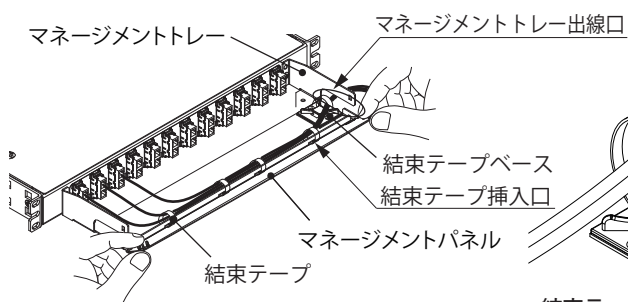

図1
マネージメントトレイ前面部の結束テープ挿入口に結束テープを挿入し、各配線を固定してください。(図1)
- マネージメントパネルの開閉を行う場合、必ずマネージメントパネルの両端を保持して、開閉してください。割れや破損の原因になります。(図1)